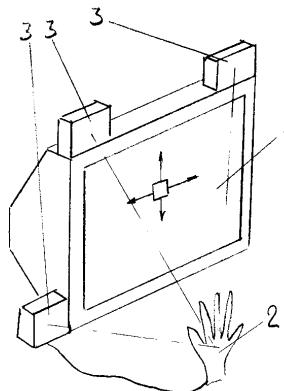

Рис.4
**Устройство для ввода информации в ЭВМ** (рис.4) описано в патенте США 4998981. Оно призвано заменить привычную для пользователей компьютера "мышь", расширив ее возможности. Пользователь компьютера с монитором 1 наведет на руку специальную перчатку 2,